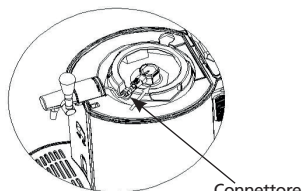

Figura 25
2. Successivamente, installare l'adattatore fornito con questo spillatore (noto anche come beccuccio per fusto pressurizzato) come mostrato nelle istruzioni del fusto (Figura 23 e 24) e quindi collegare l'adattatore al raccordo di erogazione sul rubinetto di erogazione. (Figura 25)